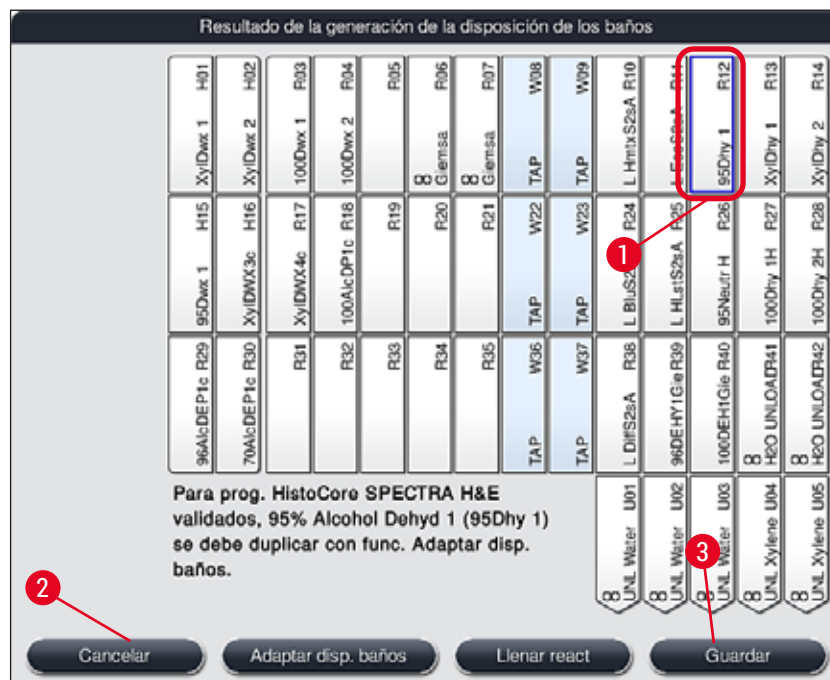

Fig. 53
- Después de que el software calcule la disposición de los baños usando los programas priorizados, el usuario obtiene una visión general de los resultados que se muestran en la pantalla (→ "Fig. 53").
- Si no se han integrado programas Leica en la disposición de los baños, la pantalla (→ "Fig. 53") se desvía de la mostrada (sin imagen). En este caso, se pueden llenar los reactivos como se describe en (→ P. 83 – Llenado de los reactivos).